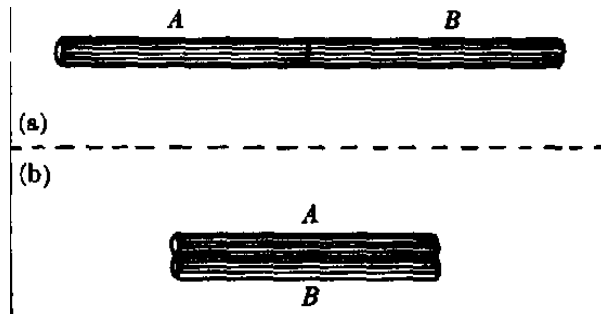

Fig. 9.19
b) Ligamos os dois condutores como indica a Fig. 9.19(a) e submetemos os extremos do sistema assim obtido à mesma d.d.p. usada no item a. O sistema é atravessado pela corrente  $i_1$ .
c) Ligamos os dois condutores como indica a Fig. 9.19(b) e submetemos os extremos do sistema assim obtido à mesma d.d.p. usada nos itens a e b. O sistema é atravessado pela corrente  $i_2$ .